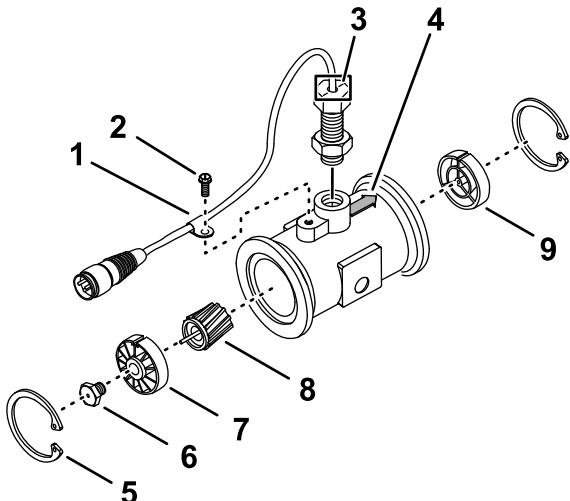

图 206
- 卸下上游侧的卡环 图 206。
- 安装传感器直到它轻轻地接触到外壳底部然后退出传感器直到对准标记与凸缘壳体的流向箭头平行 图 206。